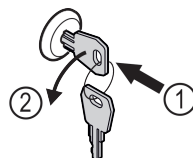

Fig. 207
- Dugja be a kulcsot. Fig. 207 (1)
- ▶ Forgassa el a kulcsot 90°-kal az óramutató járásával ellenkező irányba. Fig. 207 (2)